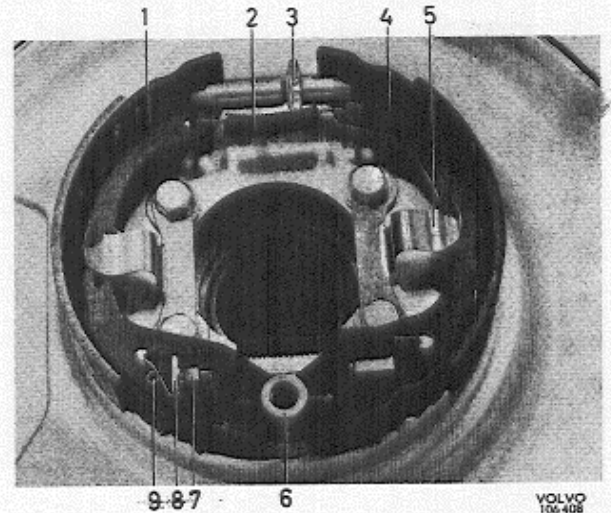

Abb. 5–1 Handbremse
Die Handbremsteile der Radbremse haben teilweise Änderungen erfahren. Von diesen Änderungen ganz ausgenommen bleibt jedoch eine geringe Anzahl Fahrgestelle zu Beginn der neuen Baureihe. Der Hebel (1, Abb. 5–5) ist im Gabelende einer Druckstange (4) eingelagert. Er wirkt auf die Primärbacke über eine Anlaufscheibe aus vergütetem Material (8, Abb. 5–1). Gleichzeitig hat der Ankerbolzen (6) eine andere Form erhalten.